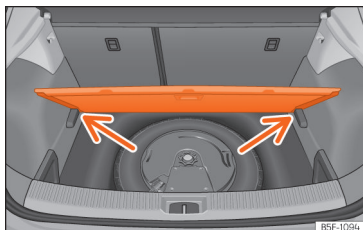

Fig. 146 Bagagliaio: piano variabile
- Appoggiare il piano sugli appositi alloggiamenti » fig. 146 (frecce).